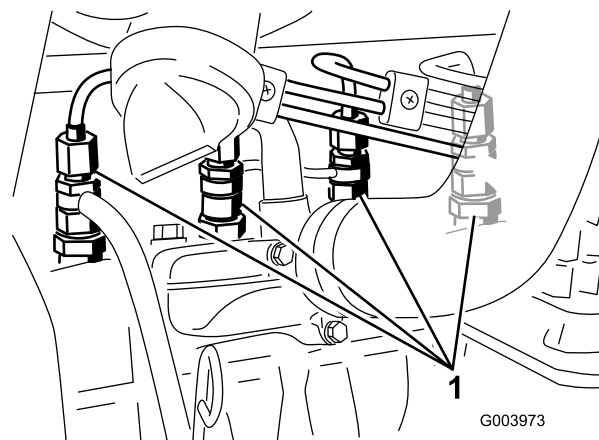

図 41
1. 燃料噴射ポンプの No. 1インジェクタノズル（図 41）へのパイプ接続部をゆるめる。